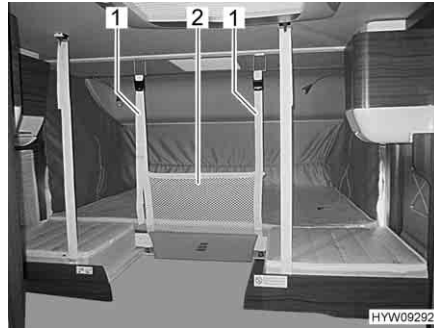

Fig. 106 Rete protettiva (letto basculante longitudinale)
- Staccare le cinture di ritegno (Fig. 106,1) e sistemare la rete protettiva (Fig. 106,2) sotto il materasso.
La rete protettiva con le cinture di ritegno è sistemata sotto il materasso del letto basculante. Fissare la rete protettiva (Fig. 106,2) soltanto dopo che le persone si sono stese nel letto basculante.
- Agganciare le cinture di ritegno (Fig. 106,1) ai ganci del soffitto.